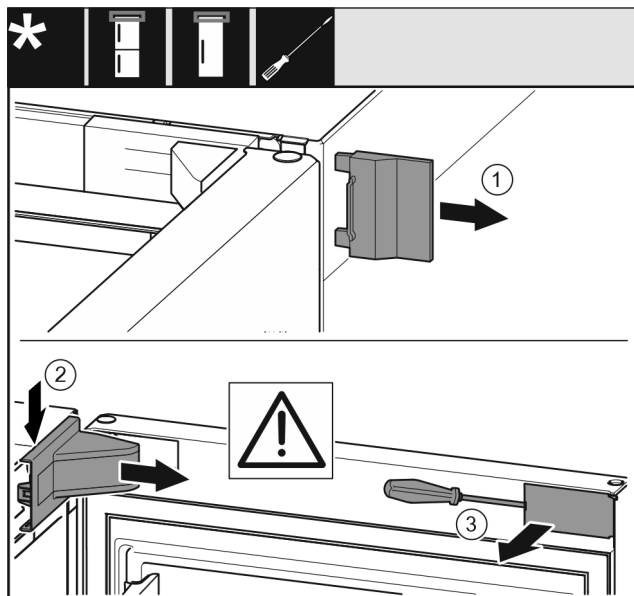

Fig. 4
- ▶ Äußere Abdeckung abnehmen. Fig. 4 (1)
- ▶ Lagerbockabdeckung ausrasten und lösen. Lagerbockabdeckung abnehmen. Fig. 4 (2)
- ▶ Blende mit Schlitzschraubendreher ausrasten und zur Seite schwenken. Fig. 4 (3)